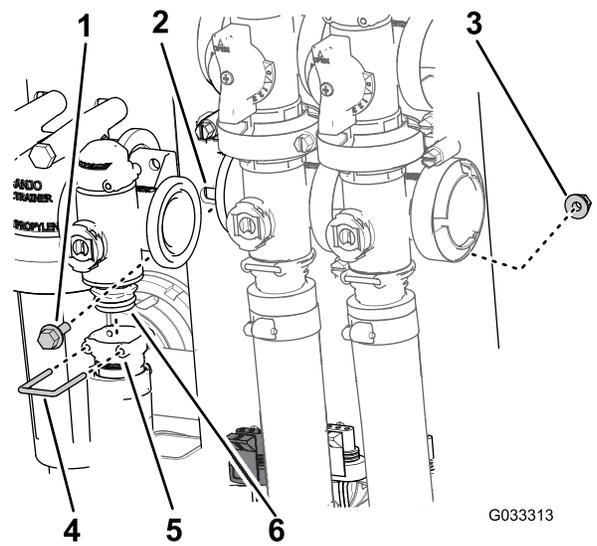

Figura 69
2. Retire el dispositivo de sujeción que fija el acoplamiento de salida al distribuidor de la válvula de control de flujo (Figura 69).
3. Retire los 2 pernos con arandela prensada y las 2 tuercas con arandela prensada que sujetan la válvula de control de caudal al soporte de la válvula y retire el distribuidor de la máquina (Figura 69).